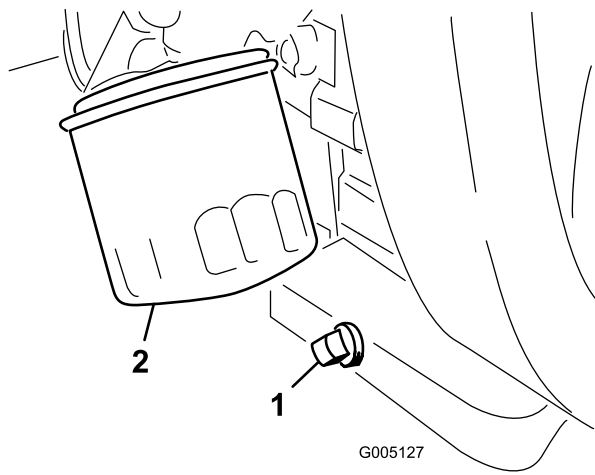

Bild 44
1. Entfernen Sie die Ablassschraube (Bild 44) und lassen das Öl in ein Auffanggefäß ab. Schrauben Sie die Ablassschraube wieder ein, nachdem das Öl abgelassen ist.
2. Entfernen Sie den Ölfilter (Bild 44). Ölen Sie die neue Dichtung am Ölfilter leicht mit frischem Öl ein.